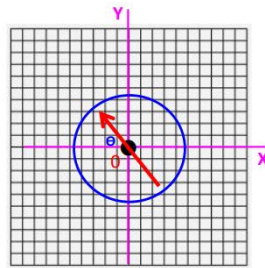

Figura 01:
- Ubique el centro de la brújula con el origen de las coordenadas XY; y trace la orientación de la brújula hacia el polo norte geográfico (Polo SUR magnético) y determine el ángulo de inclinación. (Figura 01)